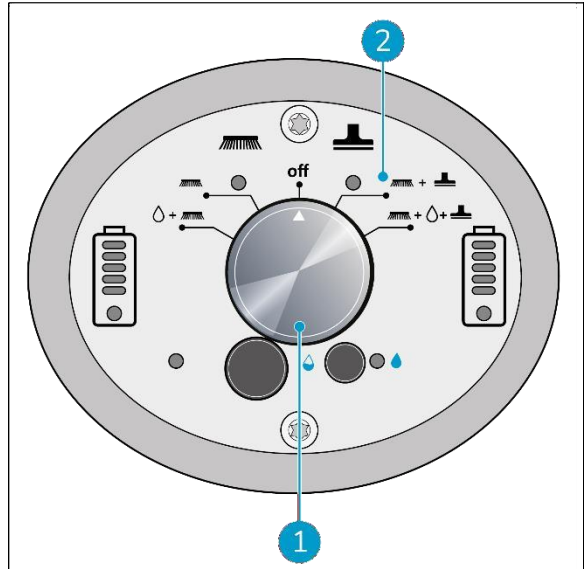

Abbildung 19
1. Benutzen Sie den Hauptschalter des i-mop XL (Abbildung 19, Pos. 1) und wählen Sie MODE 3 Bürste + Trockensaugen (Abbildung 19, Pos. 2).